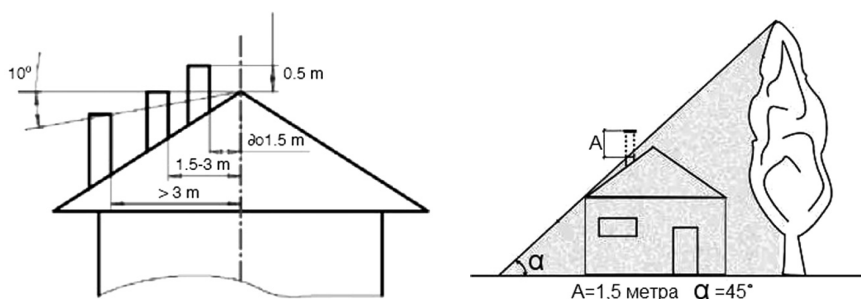

Рисунок 6 – Рекомендуемая схема расположения дымохода относительно конька крыши
7.3.4. Во всех случаях высота трубы над прилегающей частью крыши должна быть не менее 0,5 м. Если вблизи дымохода расположены более высокие части дома, строения или дерева, дымовые трубы должны быть выше границы “зоны ветрового подпора”. Зона ветрового подпора является пространство, которое находится ниже условной линии, проведенной под углом 45° к горизонту от наиболее высокой части дома, строения или дерева (см. рис.6)